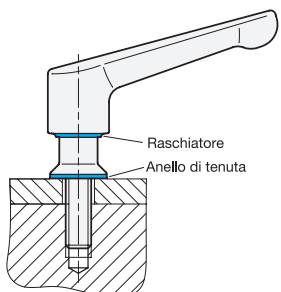

Fig. 2
- Le guarnizioni difettose devono essere sostituite (Fig. 2). Utilizzare esclusivamente gli specifici anelli di tenuta nella misura adeguata (GN 7600).
Il raschiatore (Fig. 2) non può essere sostituito. Pertanto, la maniglia a leva deve essere sostituita se il raschiatore è danneggiato, incrinato o infragilito.